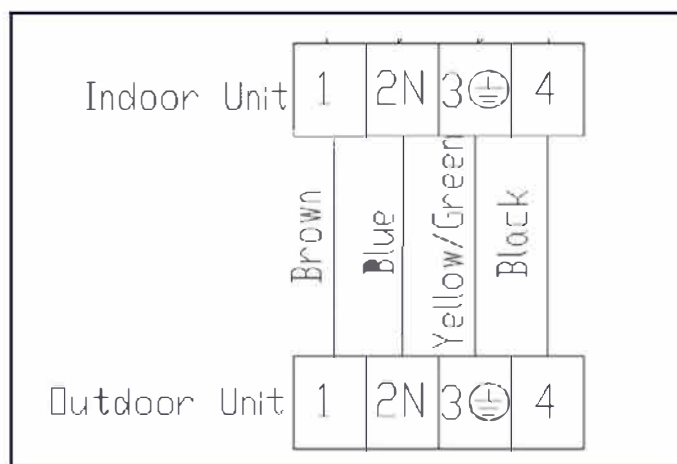

Рис.14
управления сигналом отдельно к соответствующим клеммам. (См. рис.14, рис.12)
- Подключите соединительные провода блока отдельно к соответствующим терминалам. (Рис.14)